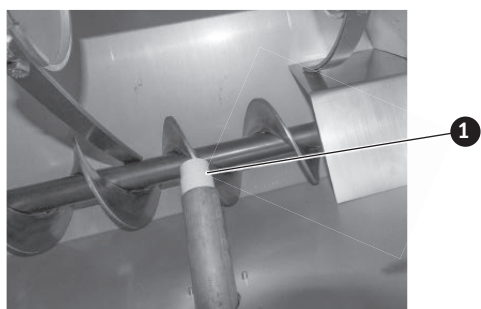

Fig. 81 Débarrasser le détecteur de niveau de la poussière
- ▶ Eliminer la poussière du compartiment de combustible, du tamis de filtre (Fig. 80 – disponible uniquement pour un système d'aspiration avec tuyaux et coudes en acier) et du détecteur de niveau de remplissage – Fig. 81.